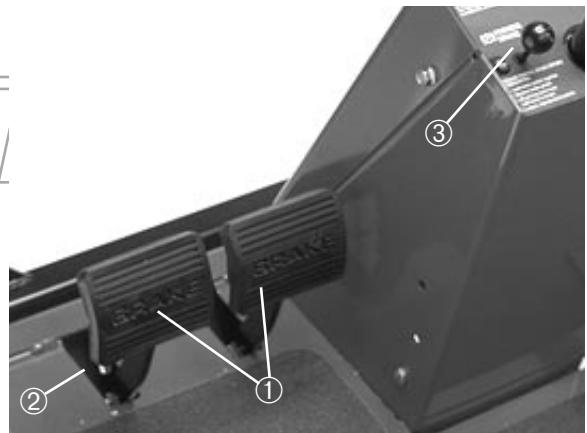

Bild 13
**Bremspedale** (Bild 13)—Zwei Fußpedale aktivieren individuelle Radbremsen, die dem Wenden, Parken und der besseren Bodenhaftung an Hängen dienen. Ein Riegel sperrt beide Pedale für den Feststellbremsbetrieb und Transport zusammen.
**Feststellbremshebel** (Bild 13)—Der Hebel an der linken Seite der Lenksäule aktiviert die Feststellbremse. Zum Aktivieren der Feststellbremse die zwei Pedale mit dem Riegeln sperren, beide Pedale durchdrücken und den Feststellbremshebel herausziehen. Um die Feststellbremse zu lösen, beide Pedale wieder durchdrücken, bis sich der Feststellbremshebel zurückzieht.